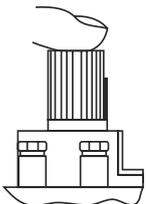

Рис. 6
- 7.1. Установка ручки управления в требуемое положение производится путем легкого нажатия и поворота в нужное положение (рис. 6).